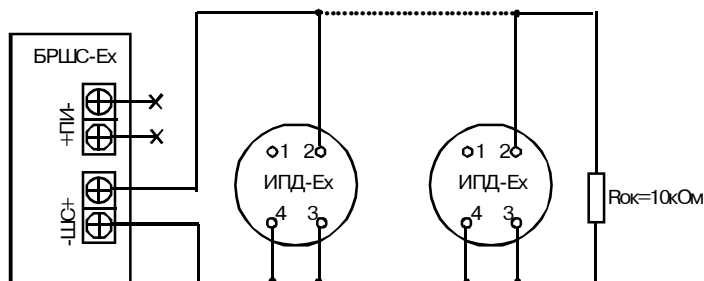

Рис.1-Рекомендуемая схема подключения ИПД-Ех к БРШС-Ех (в один шлейф БРШС-Ех рекомендуется включать не более 10 ИПД-Ех)
4.1.2.3. Произведите монтаж подводящих проводов к розетке ИПД-Ех согласно схеме подключения (рис. 1).